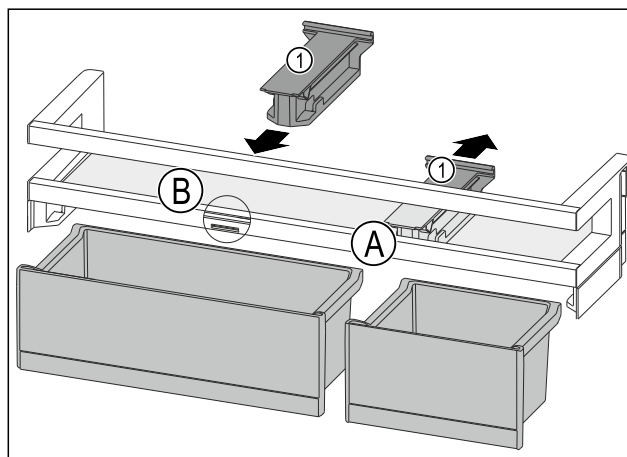

Fig. 83
- Držák Fig. 83 (1) v poloze Fig. 83 (A) stáhněte dozadu.
- Držák Fig. 83 (1) vložte v poloze Fig. 83 (B).